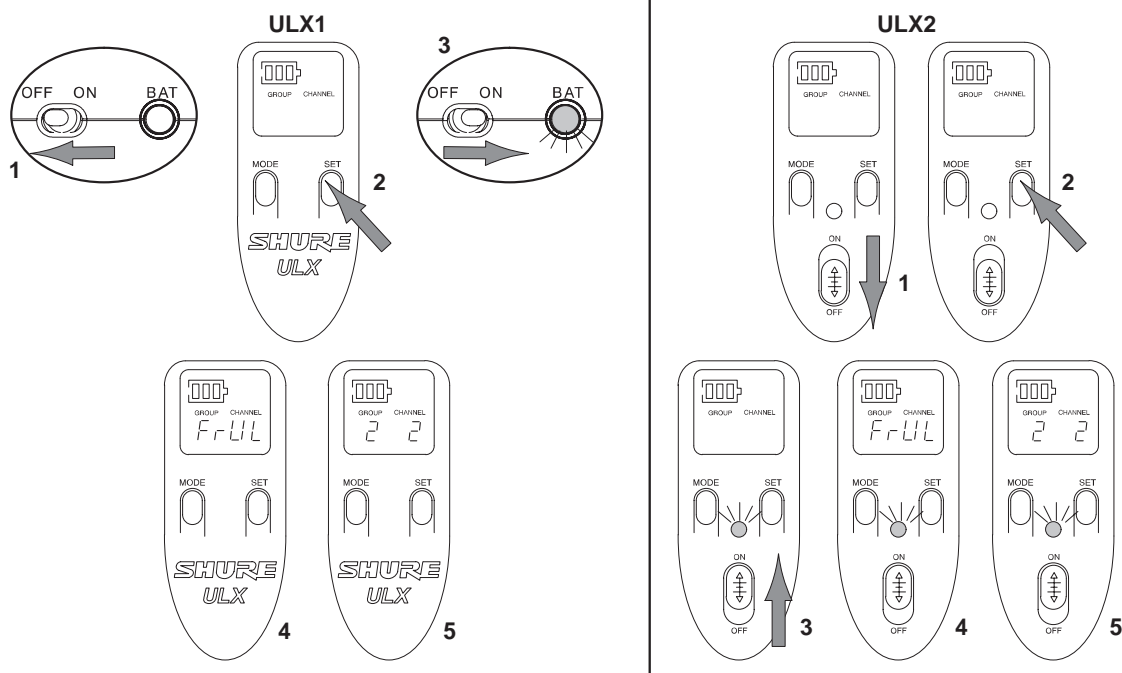

FIGURA 34
1. Vea la Figura 34. Ponga el interruptor de alimentación en la posición de apagado y espere que la luz de la pantalla se apague.